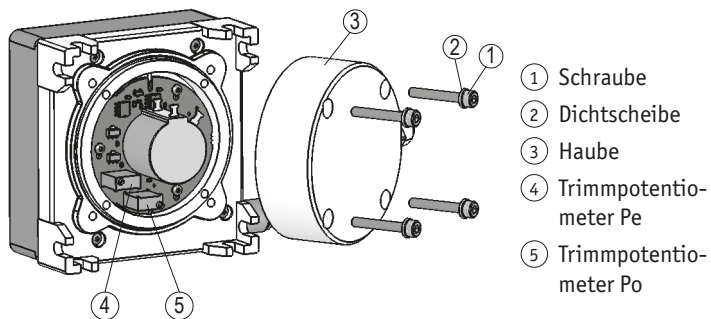

Abb. 13: Einstellen Trimpotis MWI
Einstellen des Messwandlers (Abb. 13)
Durch zwei Trimpotentiometer Pe ④ und Po ⑤ (siehe Abb. 13) können diese Werte an die tatsächlichen Anfangs- und Endstellungen der Anwendung angepasst werden.
1. Schrauben ① mit Dichtscheiben ② lösen und Haube ③ öffnen.
2. Trimpotentiometer Pe ④ und Po ⑤ einstellen, siehe Abgleich.
3. Haube ③ schließen, und mit Dichtscheiben ② und Schrauben ① befestigen.